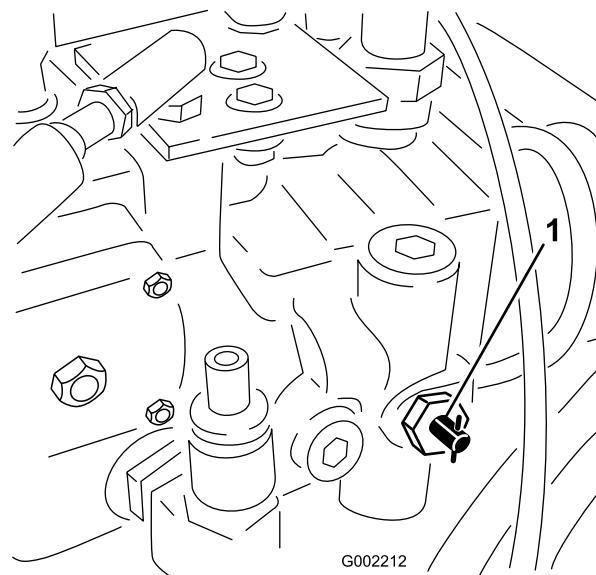

Рисунок 36
1. Поверните клапан буксировки (Рисунок 36) на 90 градусов в любом направлении, чтобы открыть его.